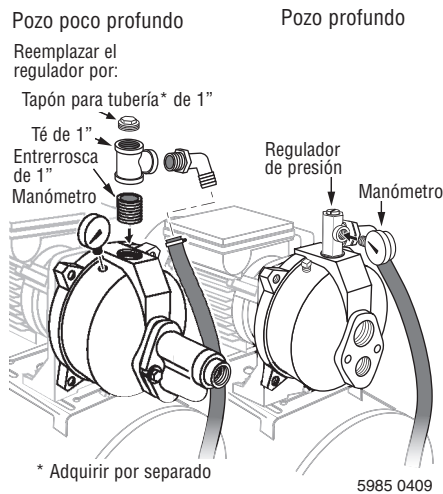

Figura 4 : Instalar un regulador de presión y un manómetro para pozo profundo. Instalar un té de cebar y un manómetro para pozo poco profundo.
- Paso 2. Instale el regulador de presión y el manómetro en el cuerpo de la bomba (vea la Figura 4).
- Paso 2. Saque el regulador de presión del cuerpo de la bomba. Reemplácela con una entrerroca biconica de 1" NPT, un Té de 1" x 1" x 3/4" NPT, y un tapón para tubería de 1" NPT (vea la Figura 1). Instale el manómetro en el orificio tapado en el cuerpo de la bomba (vea la Figura 4).
- Paso 1. Saque la válvula de control del cuerpo de la bomba. Reemplácela con una enterroscas biconica de 1" NPT, un Té de 1" x 1" x 3/4" NPT, y un tapón para tubería de 1" NPT (vea la Figura 1). Instale el manómetro en el orificio tapado en el cuerpo de la bomba (vea la Figura 4).
- Paso 1. Instale el regulador de presión y el manómetro en el cuerpo de la bomba. Vea la Figura 4, página 34.